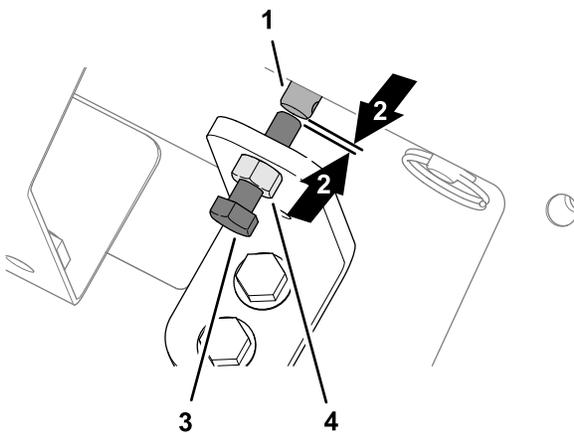

Figura 34
1. Desaperte a porca de retenção no suporte de sobreposição manual (Figura 34).
2. Rode o parafuso de cabeça sextavada de sobreposição da válvula no sentido contrário ao do relógio até ver uma pequena folga entre a extremidade do parafuso e a extremidade da haste do solenoide da velocidade de deslocação (Figura 34).
3. Aperte a porca de bloqueio (Figura 34).